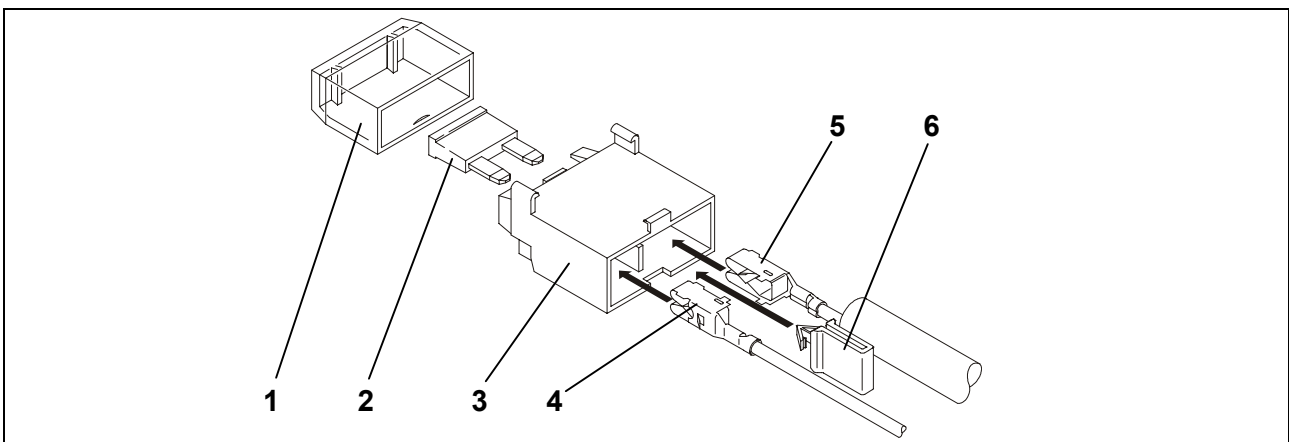

Fig. 2: Montage zekeringshouder
15. De rode en de rood/zwarte kabel (fig. 2/4-5) van de 18-polige stekker naar de zekeringshouder (fig. 2/3) leggen.
16. De vlakke insteekbus van deze en de bijliggende rode enkelvoudige leiding in de veiligheidshouder (fig. 2/3) inklikken en de gele clip (fig. 2/6) plaatsen.
17. De rode enkelvoudige leiding vastschroeven aan de pluspool van de accu of monteren op de zekeringkast van het voertuig. Zekering (fig. 2/2) plaatsen en afscherming (fig. 2/1) opsteken.